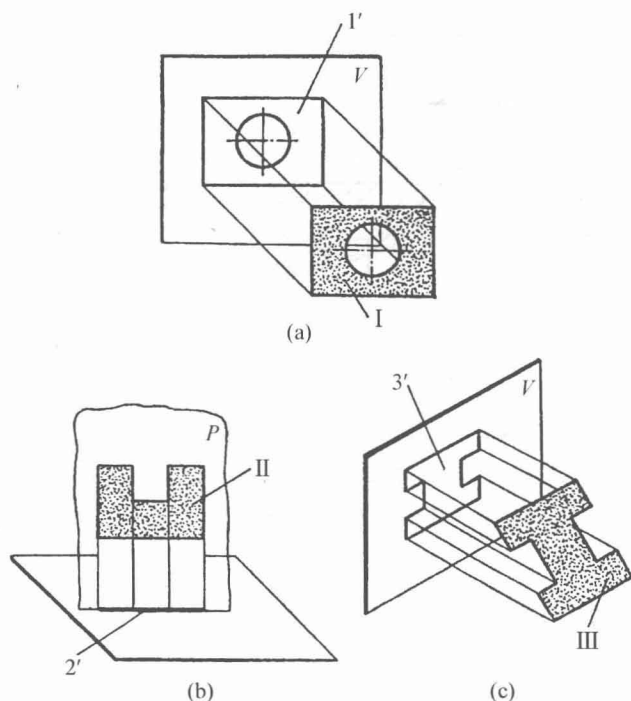

图1-4 平面形的投影
- 1) 平面形Ⅰ平行于投影面 (V)，平面形Ⅰ在该投影面上的投影为线框 $1'$ ，与该平面形Ⅰ全等。平面形各边、线都是实长 [见图1-4 (a)]。
- 2) 平面形Ⅱ垂直于水平投影面，平面形Ⅱ在该投影面投影为一直线。在平面上任何点、线，在该面投影都重合在该直线 $2'$ 上，称为投影积聚性 [见图1-4 (b)]。
- 3) 平面形Ⅲ倾斜于投影面 (V)，平面形Ⅲ在该投影面投影线框 $3'$ 比原平面形缩小 (平面形上某些边投影缩小)，称为原平面形的类似形 [见图1-4 (c)]。